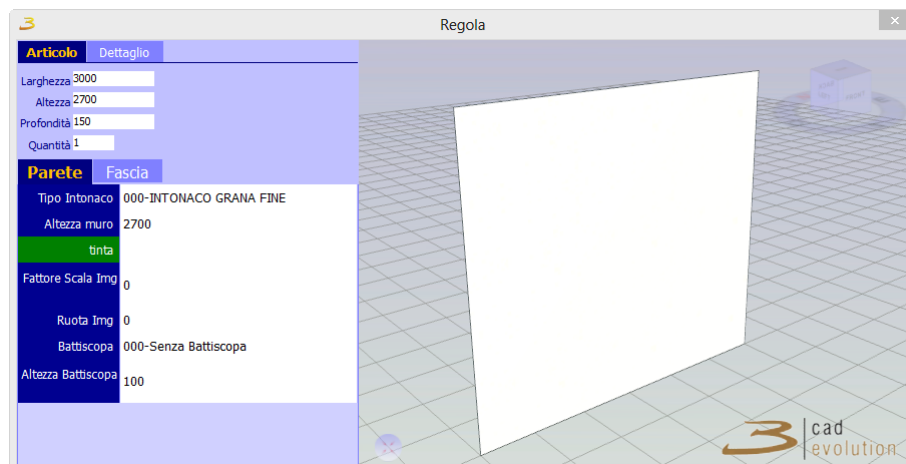

Figura 3.19: Regola per la modifica di pareti.
Il programma di inserimento della parete permette una serie di facilitazioni e visualizza un elenco di pulsanti di selezione. Premendo doppio click sulla parete selezionata si accede alla regola per la modifica di altezza e materiali utilizzati come in figura 3.19.
- ◆ Proprietà: permette di modificare le caratteristiche della parete, figura 3.19;